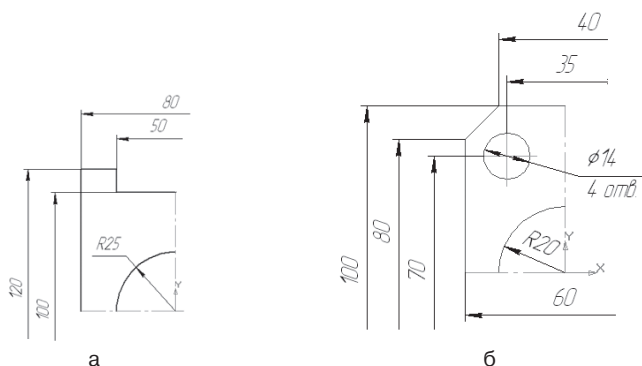

Рис. 109. Задание для самостоятельной работы
2. Постройте чертеж плоской детали по имеющейся четвертой части изображения, разделенной осью симметрии (рис. 109).